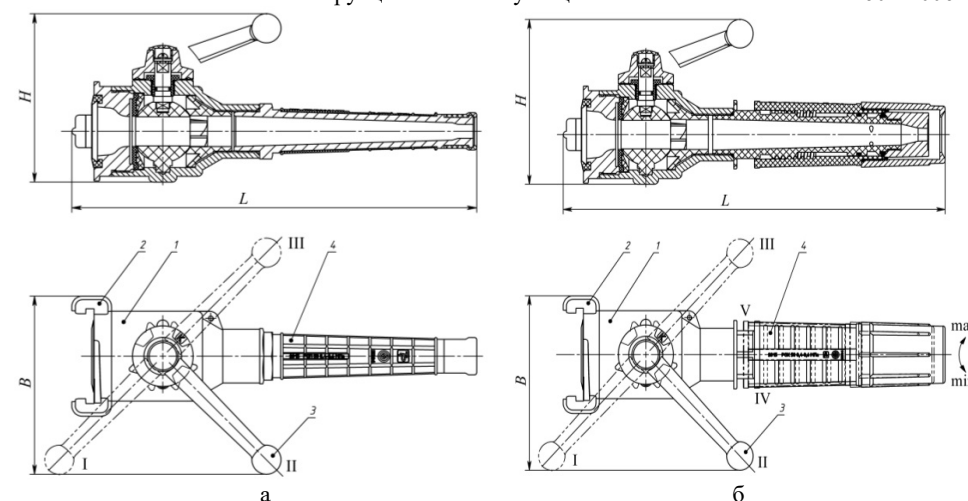

Рис. 1. Конструкция ручного пожарного ствола: а – РСР-50; б – РСК-50
- минимальный;	—	0,70 (40)
- максимальный.	0,70 (40)	1,22 (70)
6. Габаритные размеры (рис. 1, 2), мм, не более:
- высота (H);	150	150
- длина (L);	350	365
- ширина (B).	155	155
3.1. Стволы (рис. 1) состоят из корпуса 1, соединительной головки 2, перекрывающего устройства с рукояткой 3 и насадком 4 (регулируемым насадком для ствола РСК-50). По требованию заказчика стволы могут дополнительно комплектоваться плечевым ремнем.
Положение рукоятки 3 (рис. 1) перекрывающего устройства для перекрывания и образования компактной или распыленной струи воды:
4.2. Ствол РСК-50 дополнительно снабжен устройством, позволяющим изменять угол факела распыленной струи в зависимости от положения гайки регулируемого насадка 4 (рис. 1 б);
6.1. При подготовке к работе ствол следует надежно соединить с рукавной линией. Установить рукоятку 3 (рис. 1) ствола в положение, необходимое для формирования определенного вида струи и направить её на очаг пожара. Дать сигнал готовности к работе.